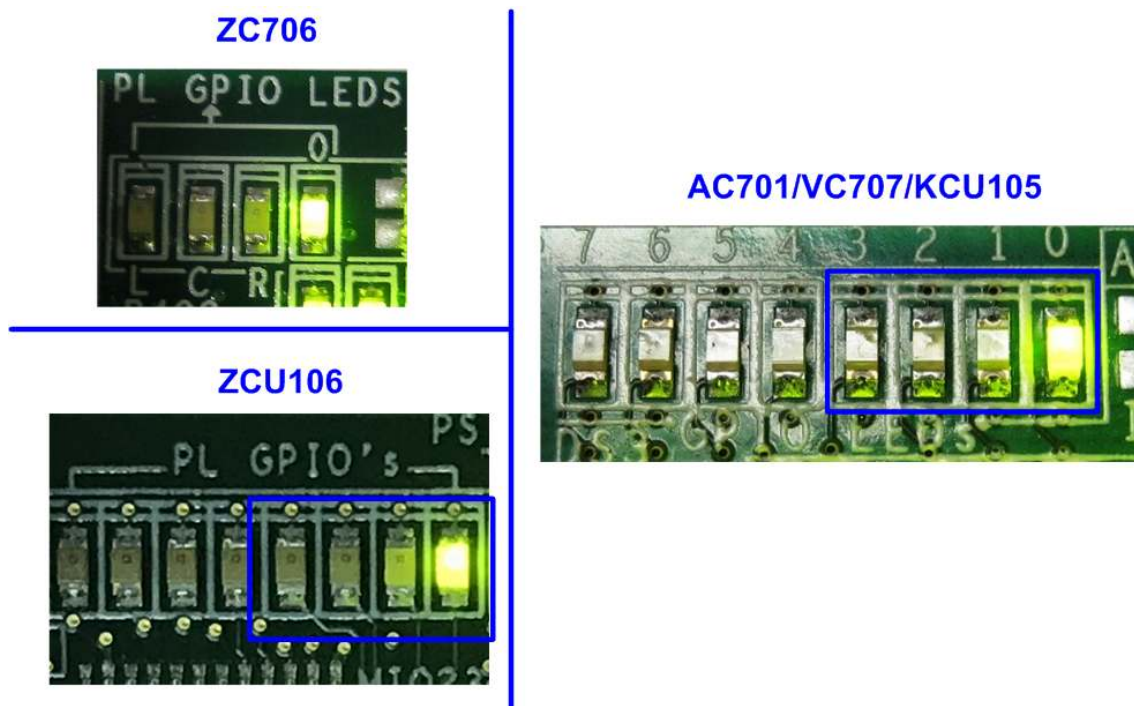
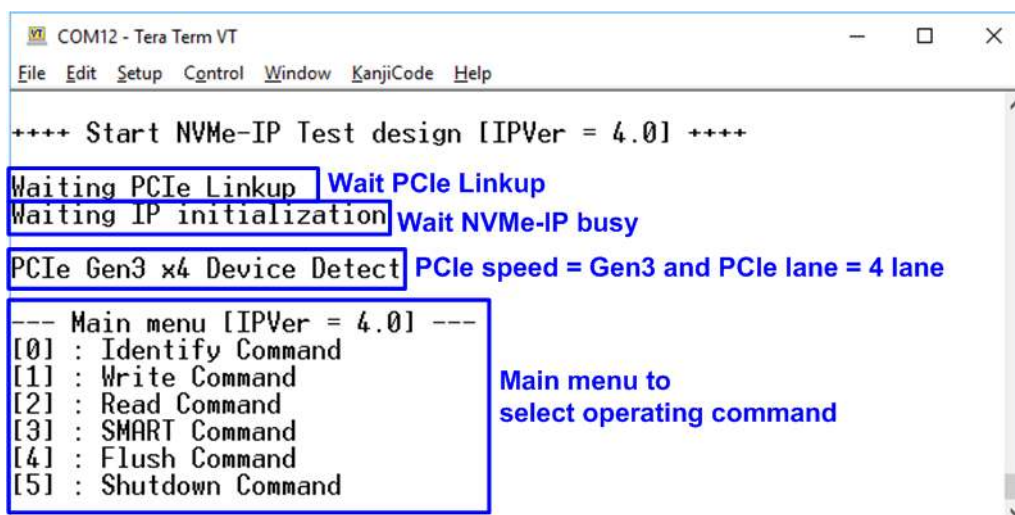

図 2-12: FPGA コンフィグレーションが完了し PCIe の初期化まで終わった時点での LED 状態
図 2-13: FPGA コンフィグレーションおよび PCIe 初期化完了後のシリアル・コンソール画面
- 10) FPGA のコンフィグレーションが完了すると LED[0]と LED[1]が PCIe の初期化中点灯します。そして図 2-12 のように LED[1]が消灯し PCIe が初期化を完了してデモ・システムがユーザからのコマンドを受け付けられることを示します。また、PCIe のリンク速度情報が図 2-13 のようにメイン・メニューを表示する前にシリアル・コンソール上に表示されます。